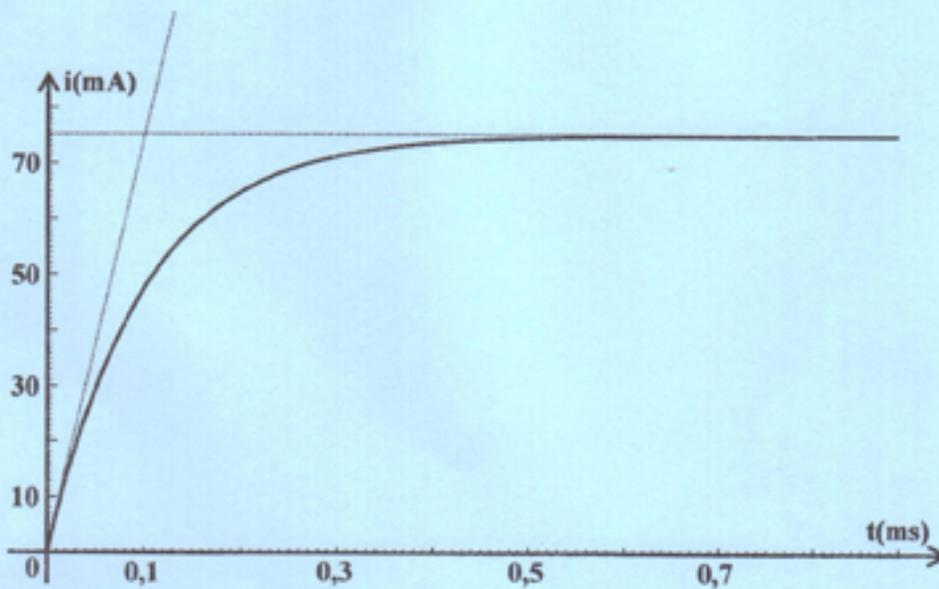

figure 4
- 4- Dans le circuit précédent, un élève modifie la valeur de l'une des grandeurs suivantes (**L** ou **R** ou **E**) puis, il enregistre de nouveau l'évolution de l'intensité $i(t)$ du courant traversant le circuit. La courbe obtenue est représentée sur la **figure 4 de la page 6/6 (à rendre avec la copie)**.